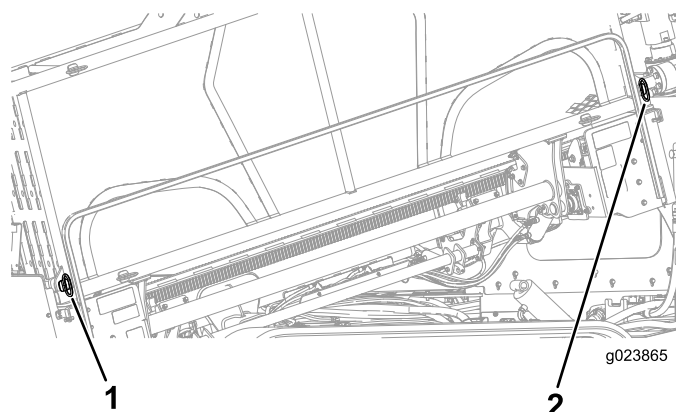

Рисунок 60
2. Извлеките нижние, наружные штифты в держателе трубы (Рисунок 60).